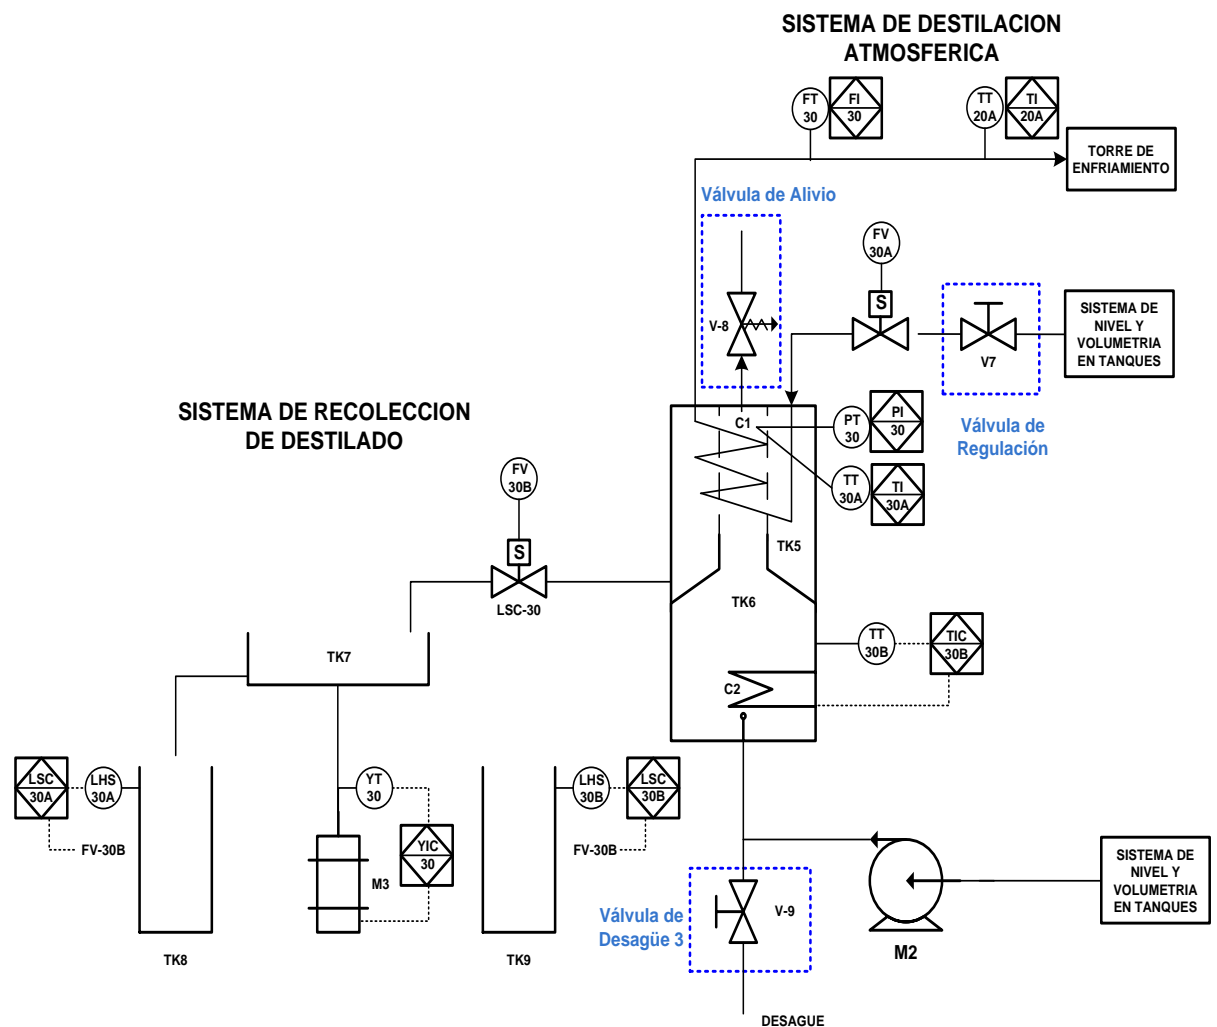

Figura .76 Ubicación de Válvulas en el Sistema de Destilación Atmosférica [11]
- Válvula de desagüe 3.** En el Sistema de Destilación Atmosférica del Módulo Multiproceso se utilizara la Válvula de Esfera Paso Total de Dos (2) Piezas Inoxidable 2014 Marca Genebre, identificada como “V-9”. (Ver figura 76)
La válvula de esfera pasó total de dos (2) piezas inoxidable 2014, se utilizará para regular el flujo de agua de "TK1" al condensador en espiral "C1", a través del cual se realizará el proceso de condensación en la cámara de proceso. (Ver figura 76)